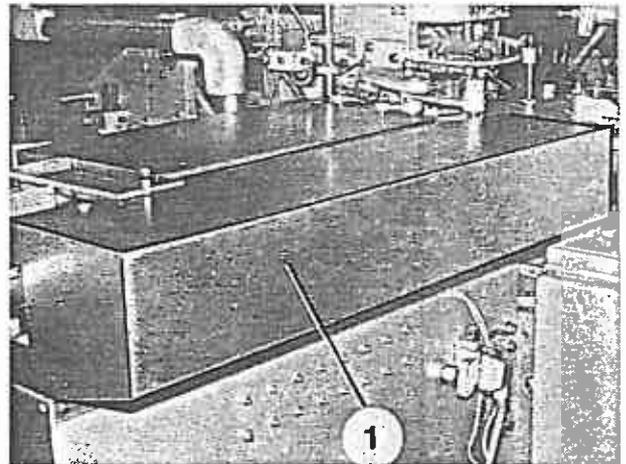

Bild 67
2. Rechtes oberes Verkleidungsblech (Bild 67/1) abbauen.